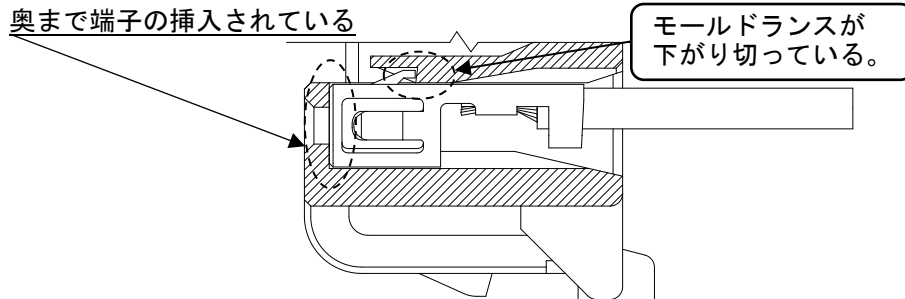

Fig.6-4 正しく装着されている場合
- ⑤ すべての端子の装着後、リセプタクルハウジングのモールドランスを間口より覗き、モールドランス部の位置を確認して下さい。正しく装着されている場合は、端子ランス部がきちんとモールドランスを乗り越えた位置にあります。(Fig.6-4)